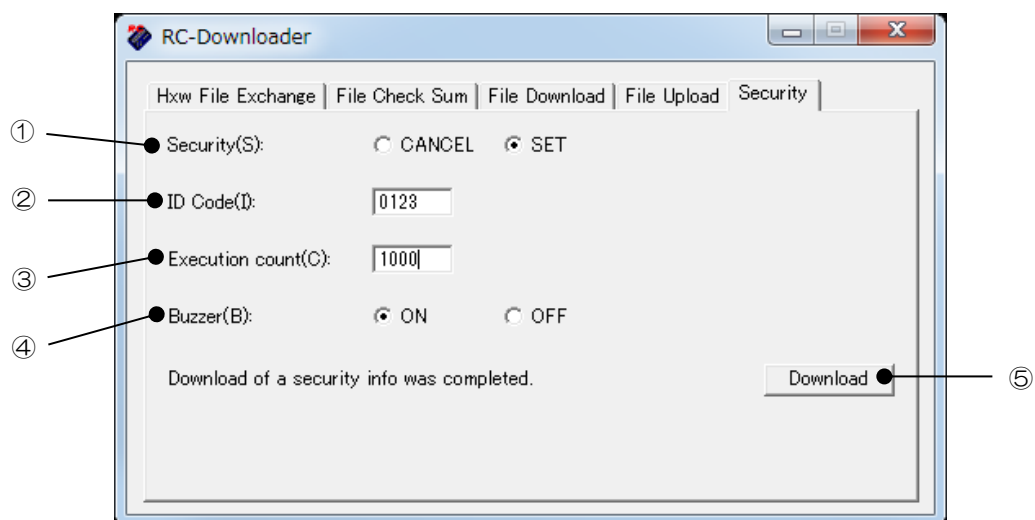

図 2.5 メインダイアログ画面構成（セキュア機能設定）
- 手順① パソコンと EFP-LC 本体を USB ケーブルで接続します。
- 手順② RC-Downloader を起動し、Hxw ファイルと PBT ファイルをダウンロードします。
- 手順③ RC-Downloader の **Security** タブを開きます。(図 2.5 参照)
- 手順④ Buzzer の ON/OFF を選択します。
- 手順⑤ 「**Download**」ボタンをクリックすると、設定データが EFP-LC に転送されます。